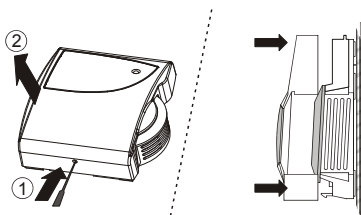

Рис. 2. Снятие / установка крышки
Основание монтируется отдельно для удобства установки; для разборки корпуса см Рис. 2.
1. Крышка настенного модуля фиксируется защёлкой, расположенной с обратной стороны крышки; снятие крышки показано на Рис. 2.
5. Снимите крышку (Рис. 2) и убедитесь что перемычка установлена.